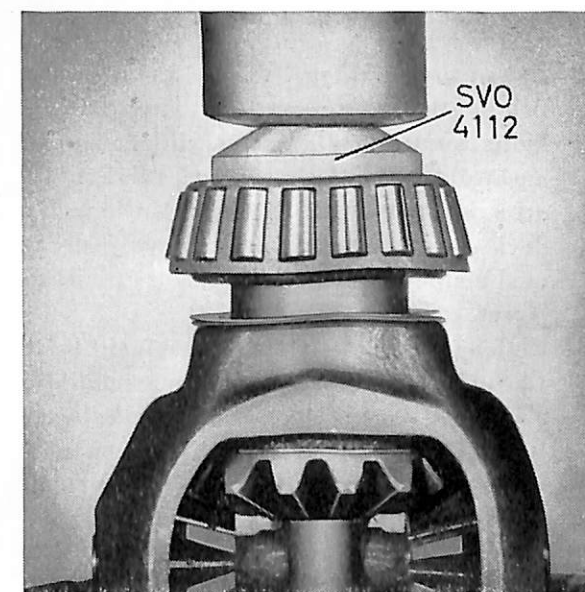
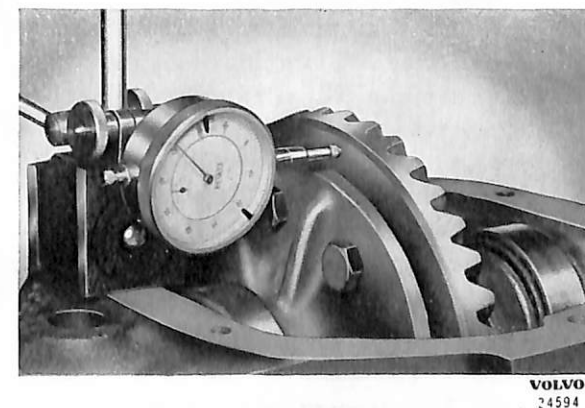

Bild 18. Mont. av differentialhuslager.
Bild 19. Mät. av differentialens axialspel.
1. Pressa på differentialhuslagren (1) utan justermellanlägg. Använd dorn SVO 4112, se bild 18. Placera differentialhus med kronhjul och rullager i kåpan. Mät axialspelet. Axialspelet kan mätas på två sätt, med indikator eller med bladmått. Vilken metod som än väljes måste mätningen ske med stor noggrannhet för att rätt resultat skall erhållas. Användes indikator placeras den mot kronhjulets baksida, se bild 19. Differentialen (observera, även ytteringarna för lagren) skjutes först åt ena hållet, varefter indikatorn nollställes. Därefter skjutes differentialen åt andra hållet och spelet avläses. Mäter man med bladmått användes två stycken, vilka stickes ner mellan ena ytterringen och lagerläget i huset. Till det uppmätta axialspelet lägges 0,2 mm, vilket anger den totala tjockleken på de justermellanlägg, som skall användas vid hopsättningen.